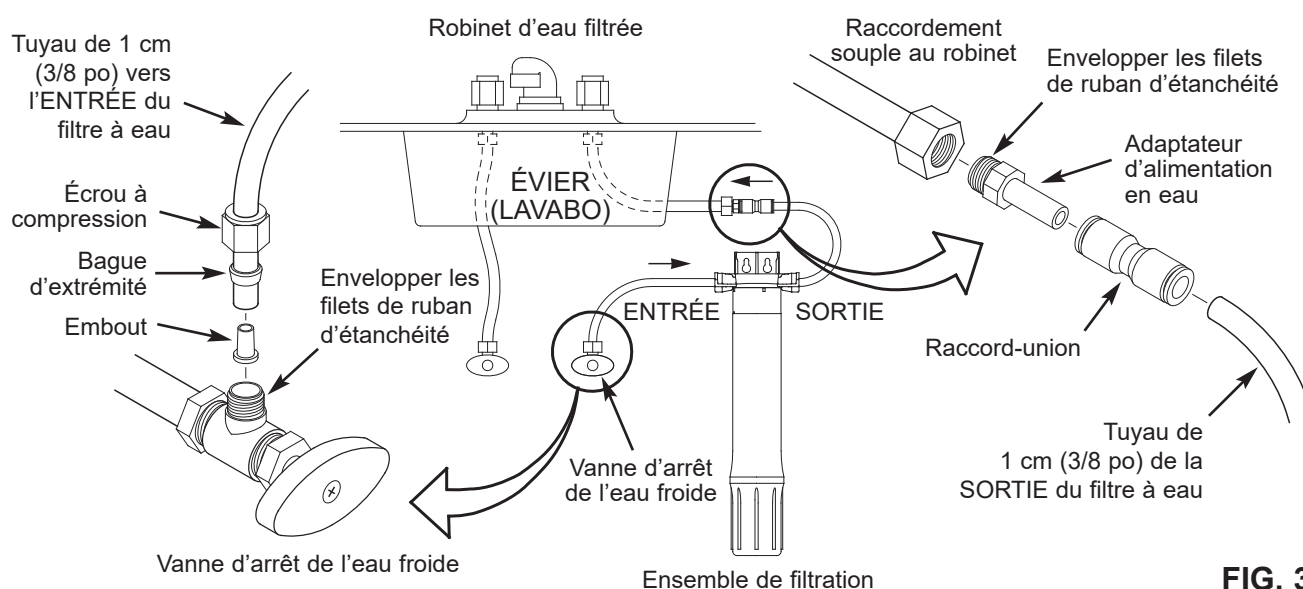

FIG. 3
Consultez et **respectez les codes locaux de plomberie** pendant la préparation, puis la mise en place des raccords du filtre à la conduite d'alimentation en eau froide sous l'évier. Les raccords - filetage 24 - 1,4 cm (9/16 po) et tuyaux de 1 cm (3/8 po) diam. ext. - sont fournis pour le raccordement de l'entrée et de la sortie du filtre sous l'évier. La Figure 3 illustre un branchement type avec les raccords d'alimentation en eau fournis.
3. Prenez les pièces suivantes fournies : tuyau de 1 cm (3/8 po), écrou à compression, bague d'extrémité, embout de tuyau (cf. Fig. 3). Assemblez les pièces sur le tuyau, tel qu'illustré dans la Figure 3, puis vissez l'écrou à compression sur la vanne d'arrêt d'eau froide. Serrez l'écrou de manière à assurer l'étanchéité du raccord.
4. Prenez l'adaptateur (fourni) d'alimentation en eau et, à l'aide du ruban d'étanchéité, vissez-le sur l'écrou de la conduite détachée à l'étape 2. Voir la Figure 3.
5. Enfoncez la tige de l'adaptateur dans une extrémité du raccord-union fourni (cf. Figure 3). Veillez à enfoncer à fond la tige.